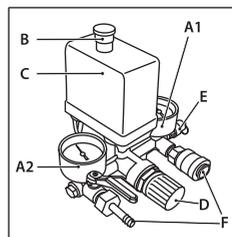

рис. 11
Компрессор работает полностью автоматически при помощи реле давления (C) (рис. 11), останавливающего двигатель по достижении максимального давления и запускающего компрессор при падении давления до минимального установленного уровня (на 2 бара меньше максимального рабочего давления).
Регулировка выходного давления сжатого воздуха возможна с помощью выходного редуктора и манометра расхода выходного воздуха. Для этого достаточно повернуть вентиль редуктора (D) по часовой стрелке для увеличения давления, против часовой стрелки — для уменьшения давления. По завершении работы перевести значение выходного давления на нуль по манометру (A2) (рис. 11). Данная операция необходима, чтобы предотвратить увеличение погрешности и быстрый износ редуктора.
Подключение пневматического инструмента к компрессору осуществляется с помощью выходного пневмокonneктора быстростъемного штуцера (F) (рис. 11).